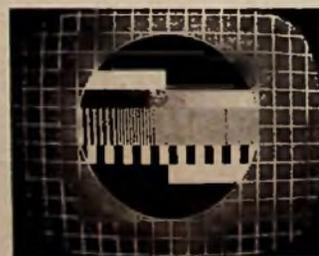
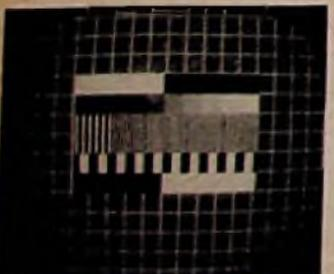
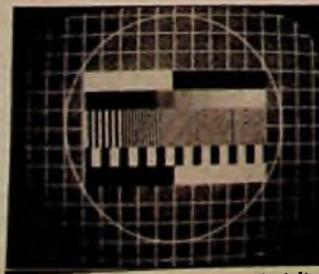

Bild 3. Das Mittelfeld ist gegenüber Bild 2 kreisförmig begrenzt
Bild 2. Elektrisches Testbild des Instituts für Rundfunktechnik
Bild 4. Einblendung einer Kreislinie gegenüber Bild 2
über die Bildfläche ausgedehnt werden, die mittlere Bildhelligkeit ist in weiten Grenzen veränderbar); bei der Anordnung der Meßsignale im Testbild wurde auf einen möglichst „bildhaften“ Eindruck bei Betrachtung auf dem Bildschirm Rücksicht genommen. Dieses Testbild enthielt zwar bereits in seiner ursprünglichen Form ein Gitter aus horizontalen und vertikalen Linien mit äquidistanten Abständen (Bild 2); von seiten der Fernseh-Service-Stellen ist aber auch hier eine kreisförmige Figur zur raschen Justierung des Empfangsrasters wünschenswert. Zur Zeit stehen zwei Vorschläge zur nachträglichen Einblendung einer kreisförmigen Figur zur Diskussion, nämlich eine kreisförmige (Bild 3) anstelle der rechteckförmigen Begrenzung des Mittelfeldes oder wie Bild 4 zeigt, die Einblendung einer Kreislinie in das bisherige Testbild. Pilz
Infolge einer undeutlichen Zeichnungsvorlage ist in der Schaltung Bild 3 der Pluspol der Speisespannung ebenfalls als Massezeichen dargestellt worden. Wir wiederholen hier deswegen die berichtigte Zeichnung.
Zahl neuer Einbaumittel und Frontblenden für die verschiedensten Wagen und damit einen umfangreichen und teuren Werkzeugsatz und erneute Ausweitung der Einzelteil-Läger. Bild 2 vermittelt eine ungefähre Vorstellung, wie vielfältig die Ausstattungen sein müssen.
Rechts: Bild 2. So vielfältig muß die Auswahl an Blenden für den Einbau von Autosupern in die Armaturenbretter von Kraftwagen sein (nach einer Schautafel der Blaupunkt-Werke)
Bild 4. Der trogbare Reisesuper des Modells Westerland arbeitet mit 8 Transistoren, er leistet 200 mW und wird aus vier Monozellen bis zu 120 Stunden betrieben; der Lautsprecher hat 64 mm Durchmesser
Bild 3. Der neue Blaupunkt-Volltransistor-Autosuper mit herausziehbarem Klein-Koffer. Wellenbereiche: 508...1680 kHz, 145...400 kHz. Im Wagen 4 W Ausgangsleistung durch fest eingebaute Transistor-Gegentakt-Endstufe und großen Wagenlautsprecher. Gesamtstromversorgung aus der Wagenbatterie
mit MW- und LW-Bereich und einer Sprechleistung von 4 W. Der Stromverbrauch ist geringer als der einer Parkleuchte. Empfänger und NF-Teil sind in einem kleinen, tragbaren Gehäuse untergebracht, das nach Herunterklappen eines Bügels aus dem Autosuperchassis, wie in Bild 3 zu sehen, leicht herausgezogen werden kann.
Dieses kleine Transistor-Reisegerät enthält die Ferritantenne, einen permanentdynamischen Lautsprecher und einen Batteriesatz für 120 Betriebsstunden. Da dieses transportable Gerät ein Teil eines Autosupers ist, ist es besonders robust ausgeführt und besitzt eine hohe Empfangsleistung. Dieser Einschub erfüllt alle Wünsche nach einem transportablen Kleingerät für Hotel, Camping und als Zweitgerät für Heim und Garten (Bild 4).
2. **Forderung nach Luxusgeräten.** Bei Luxuswagen soll das Armaturenbrett harmonisch und einheitlich gestaltet sein. Dies führt beim speziellen Autosuper bereits zu der Vielfalt der Blenden, man vergleiche Bild 2. Wird der Wagen ab Werk mit Radio geliefert, so schreiben Hersteller, wie Daimler-Benz und BMW, sogar genau Material und Form der Knöpfe und die Farbe der Skalen vor. Das geht bei einem Kombigerät kaum zu machen. Außerdem würde bei herausgenommenen Reisesuperteil die im Armaturenbrett verbleibende leere Stelle wenig dekorativ sein, so wie ein Cowboy ohne Pistole im Halfter nicht mehr vollwertig wirkt... Der Besitzer eines schweren Wagens wird sich auch ohne Schwierigkeiten einen zweiten getrennten Reiseempfänger leisten können.